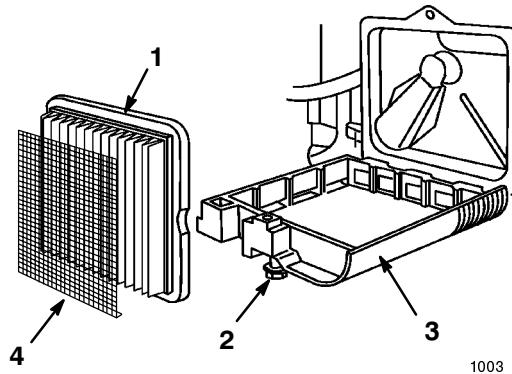

Figure 18
3. Desserrez la vis qui fixe le couvercle du filtre à air au moteur (Fig. 18).
- 4. Abaissez le couvercle du filtre à air et nettoyez-le soigneusement (Fig. 18).
- 6. Enlevez et jetez l'élément filtrant en papier (Fig. 18).